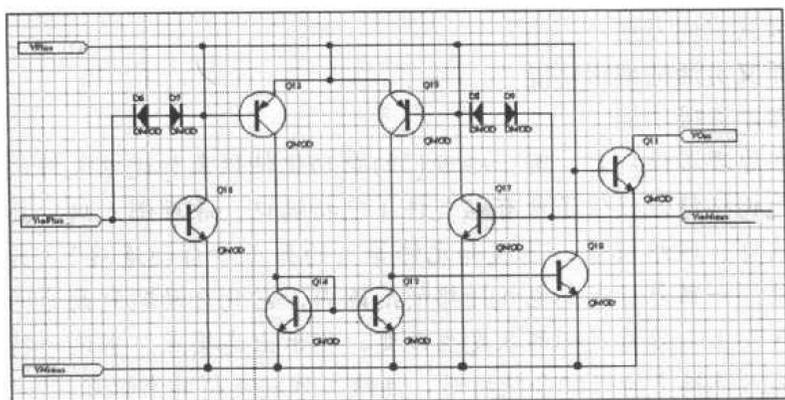

图 1-1 原理图设计实例
(1) 原理图设计系统 (Advanced Schematic)，它主要用于电路原理图的设计。比如图 1-1 所示的原理图就是用 Protel 98 设计的。